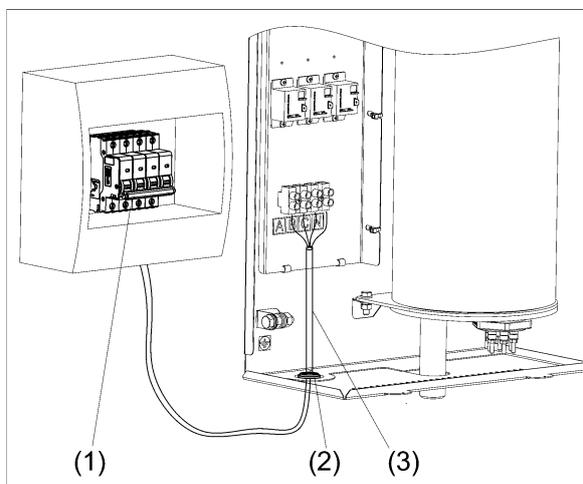

Рисунок 7. Подключение прибора к электросети
**6.2.3** Подключение прибора к электрической сети осуществляется только через внешний автоматический выключатель QF (см. рис. 7) с номинальным током (In) указанным в таблице 2.
(1) Выполните монтаж автоматического выключателя QF в непосредственной близости от прибора и доступным для визуального осмотра месте (см. рис. 7);